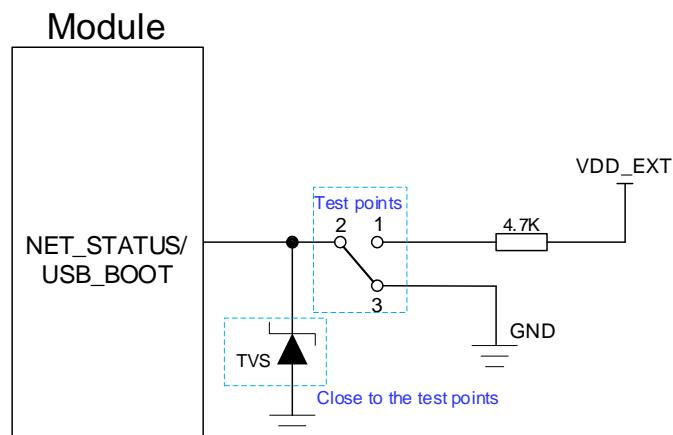

图 18: USB\_BOOT 参考设计电路图
2. 使用 MCU 控制模块进入强制下载模式时需按照如上时序图进行控制，如需手动进入强制下载模式，请按照图 18 所示短接测试点即可。